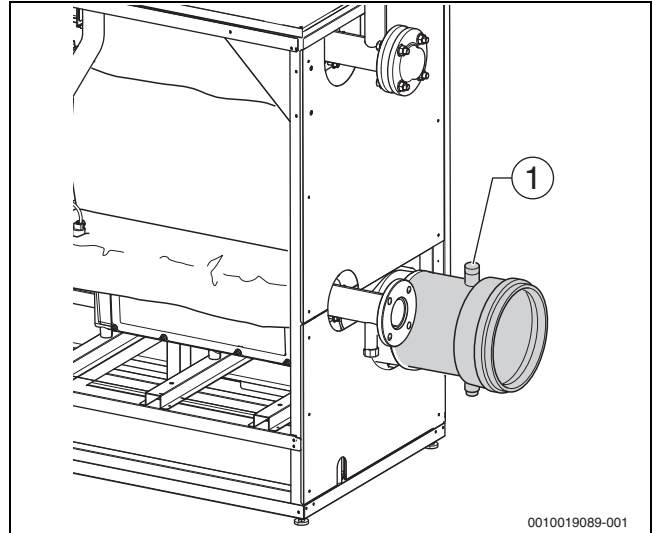

Bild 26 Messwerte aufnehmen
- ▶ Messfühler durch die Messöffnung (→ Bild 26, Seite 26) im Abgassammler in den Kernstrom halten und CO₂-Gehalt kontrollieren.
- ▶ Messfühler durch die Messöffnung (→ Bild 26, Seite 26) im Abgasrohr in den Kernstrom halten und CO₂-Gehalt kontrollieren.